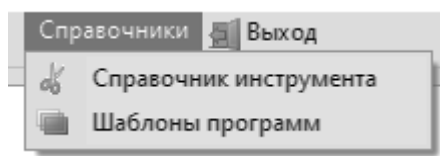

Рисунок 3 - Выпадающий список
- 1.2) «Справочники». По нажатию на кнопку открывается выпадающий список (Рисунок 3 - Выпадающий список) для открытия «Справочник инструмента» и «Шаблоны программ»;